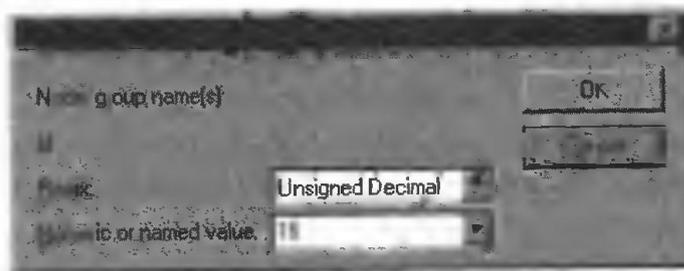

Рис. 3.68
4. В списке **Numeric or Named value** (числовая или именованная величина) введите 16 (рис. 3.68).